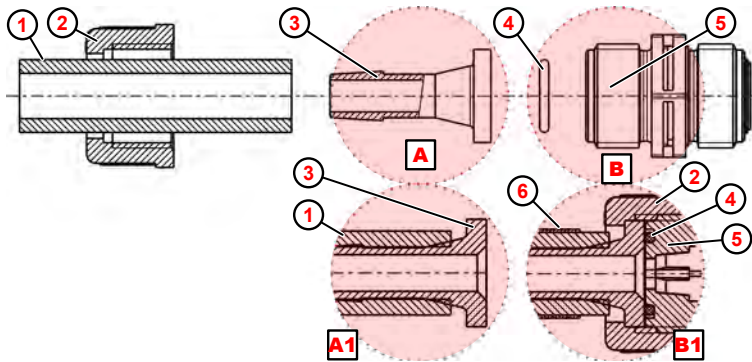

Fig. 9: Collegamento tubi rigidi e tubi flessibili con raccordo filettato di fissaggio e fascetta tubo flessibile
1. ➤ Tagliare il tubo flessibile ( Fig. 9 , ① ) dritto.
2. ➤ Fare scorrere la fascetta stringitubo ⑥ nel tubo flessibile ①
3. ➤ Fare scorrere il dado per raccordi ② nel tubo flessibile ① .
4. ➤ Fare scorrere il tubo flessibile ① fino al collare di arresto sul raccordo filettato di fissaggio ③ (dettaglio **A1**).
5. ➤ Inserire l'O-Ring ④ nel dado della valvola di aspirazione/di mandata ⑤ .
6. ➤ Serrare il dado per raccordi ② .
7. ➤ Far scorrere la fascetta stringitubo ⑥ nella parte inferiore e serrare (dettaglio **B1**).